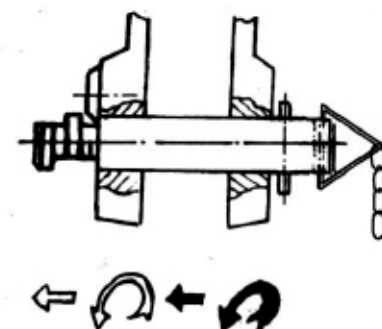

Рис.2 Поверните болт с натягом дважды, так, чтобы он вошел во второй паз.
- Теперь можно приступать к работе (Рис.2).